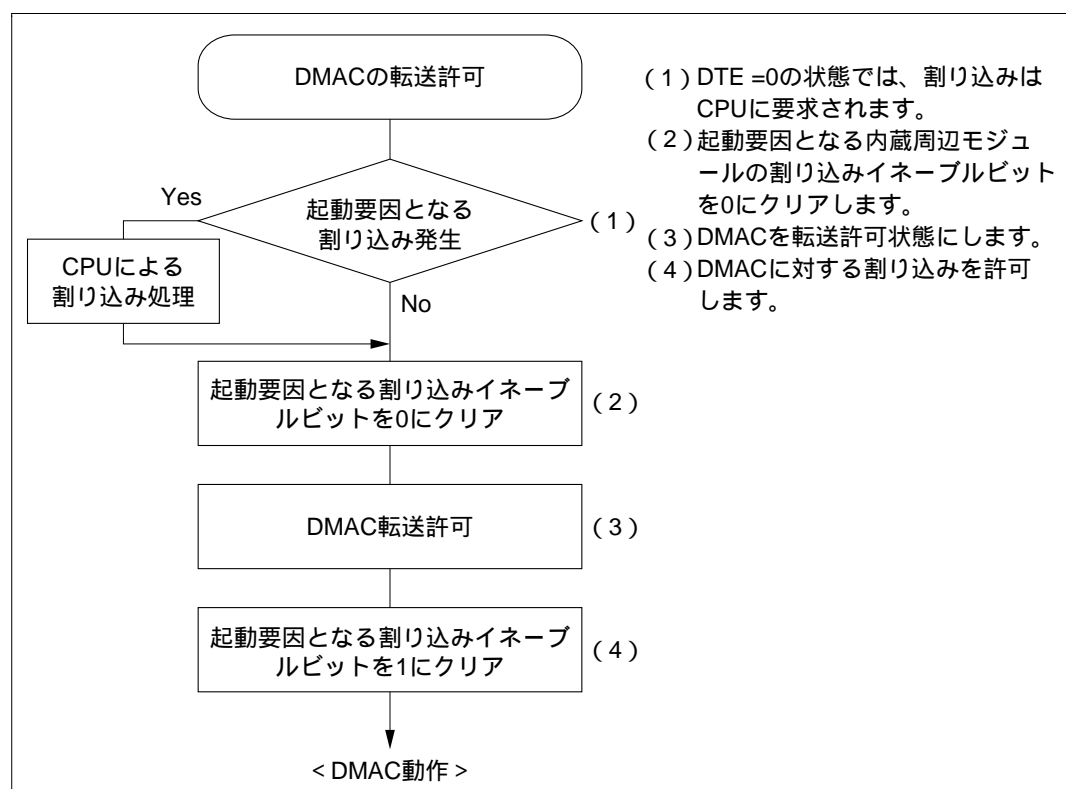

図 7.26 内蔵周辺モジュールが動作中に DMAC を転送許可状態にする場合の手順例
(1) 内部割り込みで DMAC を起動する場合、起動要因を選択してから DMAC を転送許可状態にするまでの期間に選択した起動要因が発生しないようにしてください。すなわち、DMAC を転送許可状態にした後、起動要因となる内蔵周辺モジュールを動作させてください。内蔵周辺モジュールの動作中に DMAC を許可状態にする場合、図 7.26 の手順で行ってください。
なお、DTE=1 なおかつ DTME=0 の状態では、DMAC は停止状態であり、また CPU にも起動要因となる割り込みは要求されません。例えば、NMI 割り込みにより、DMAC を停止状態にした場合は、起動要因となる割り込みは CPU には要求はされません。このとき、DMAC 動作を打ち切る場合には、DTE ビットを 0 にクリアし、CPU に割り込みを要求させてください。DMAC 動作を継続する場合には、DTME ビットを 1 にセットする前後で、図 7.26 の (2)、(4) の操作を行ってください。
- (2) 16 ビットタイマの割り込み要求で DMAC を起動する場合、割り込みによって起動される DMA 転送が終了するまで、次の割り込みが発生しないようにしてください。1 つの 16 ビットタイマの割り込み要求で複数チャネルを起動する場合には、起動されるすべての DMA 転送が終了するまで、次の割り込みが発生しないようにしてください。転送が終了するまでに次の割り込みが発生すると、その割り込みを選択しているチャネルが以降の起動要求を受け入れなくなる場合があります。